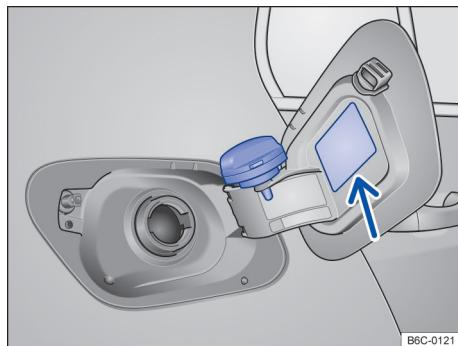

Fig. 154 Portinhola do tanque de combustível aberta com a tampa do tanque de combustível pendurada.
- Remover a tampa do tanque girando-a no sentido anti-horário e encaixá-la no suporte na portinhola do tanque → Fig. 154.